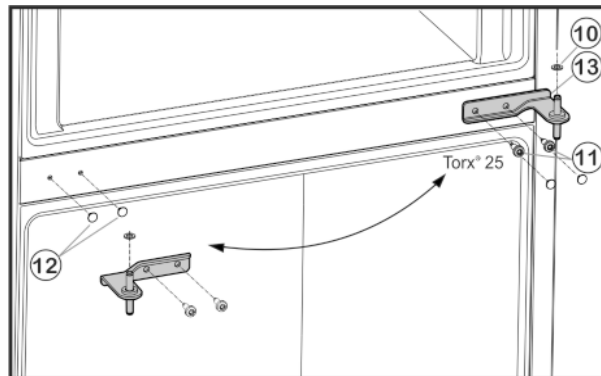

Fig. 5
- ▶ Afdekkingen Fig. 5 (12) voorzichtig verwijderen en aan de tegenoverliggende zijde weer aanbrengen.